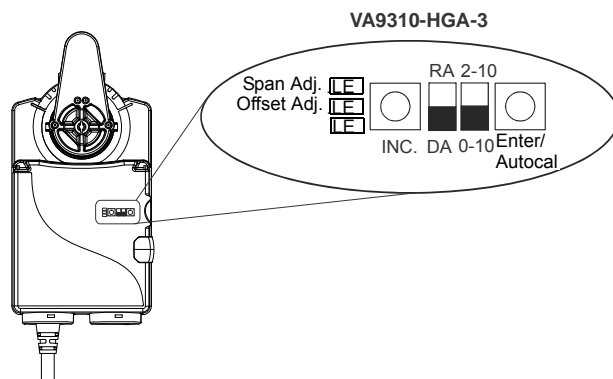

图 14: DIP 开关和 LED 设置
重要：在浮动模式下使用 VA9310-HGA-3 执行器时，验证 DIP 开关是否处于 2 至 10 VDC 选项位置。此设置确保与控制器的触发输出兼容，防止漏电。有关 DIP 开关设置，请参见图 14。
要完成自动校准过程，按 **Enter/Autocal** 直到三盏 LED 全亮。有关查看 DIP 开关和 LED，请参见图 14。
1. 先设置 DIP 开关 1 和 2 再继续操作。有关 DIP 开关设置，请参见图 14。